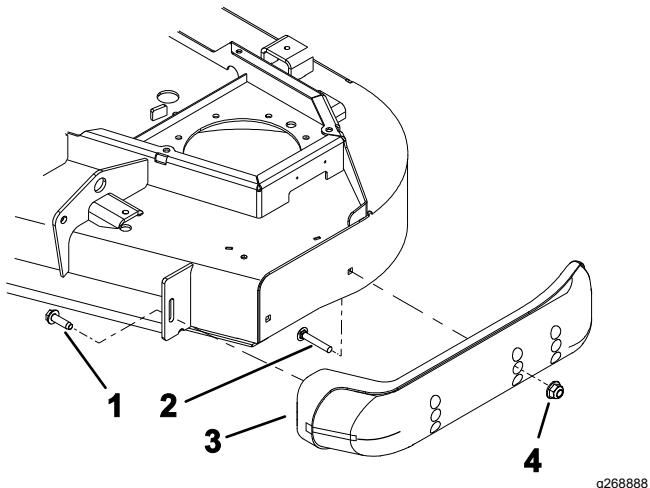

图 12
3. 松开各个防滑块前部的螺丝图12。
5. 将各个防滑块移到所需位置并用凸缘头螺栓和螺母进行固定图12。